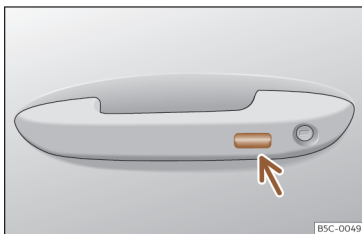

Fig. 89 Manípulo da porta: superfície sensora.
- **OU:** através do sistema Keyless Access (apenas fecho): Mantenha um dedo durante alguns segundos sobre a superfície sensora de bloqueio >>> **Fig. 89** (seta) do manípulo da porta para fechar as janelas e o teto. Se deixar de tocar na superfície sensora, a função de fecho é interrompida.
Mantenha um dedo durante alguns segundos sobre a superfície sensora de bloqueio >>> **Fig. 89** (seta) do manípulo da porta para fechar o teto. Se deixar de tocar na superfície sensora, interrompe a função de fecho.